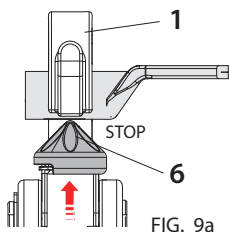

FIG. 9a
- Positionner le connecteur en butée contre la matrice supérieure (1).
- Appuyer 2 fois de suite sur la gâchette de commande (3) (voir fig. 5) pour démarrer le moteur : le piston avance progressivement jusqu'à amener le poinçon (6) au contact du connecteur, puis le moteur s'arrête automatiquement (STOP) (voir fig. 9a).